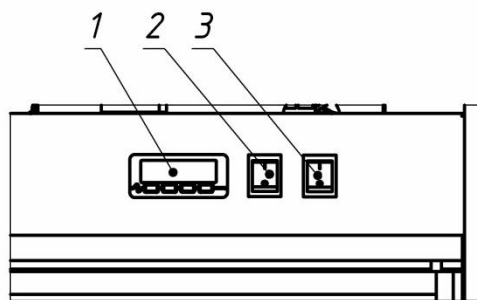

Рис. 2.
Контроллер (1), кнопка (2) включения/отключения витрины и кнопка (3) включения/отключения освещения витрины расположены на верхней панели витрины с правой стороны(рис. 2.)
Автоматический выключатель, служащий для защиты электрооборудования витрины, расположен на передней части крыши витрины на расстоянии 510 мм от правого края (рис. 2).